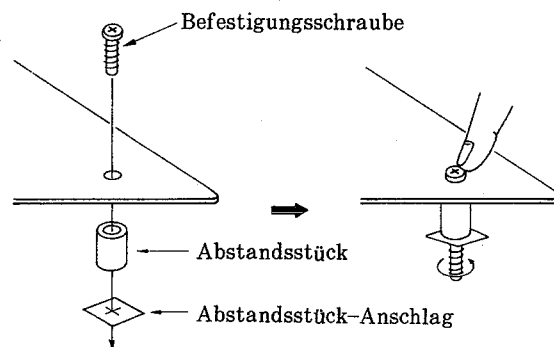

Abb. 17
- (9) Die Befestigungsschrauben, Abstandsstücke und Abstandsstück-Anschläge (je 4 Stück) an der Blasenspeicherplatine anbringen (siehe Abb. 17).
- Den Kopf der Befestigungsschraube mit dem Finger hineindrücken und den Abstandsstück-Anschlag drehen, um die Abstandsstücke an der ER-52BU zu befestigen (siehe Abb. 17).